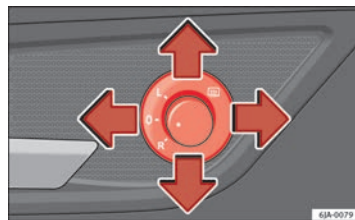

Fig. 69 Interior da porta: comando circular
- Coloque o comando circular na posição ☐ ⇒ Fig. 69.
- Coloque o comando circular na posição L ⇒ Fig. 69. Os movimentos do espelho são idênticos aos do comando circular.
- Coloque o comando circular na posição R ⇒ Fig. 69. Os movimentos do espelho são idênticos aos do comando circular.